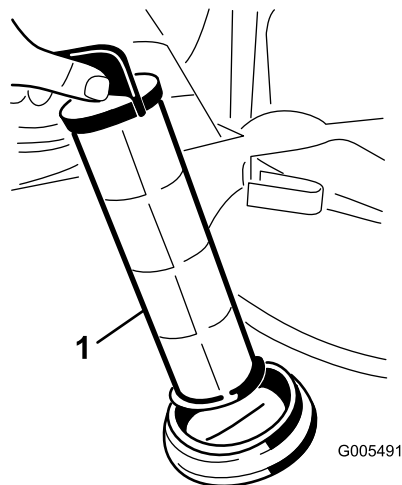

Bild 49
4. Ziehen Sie das Saugsieb aus dem Loch (Bild 49).